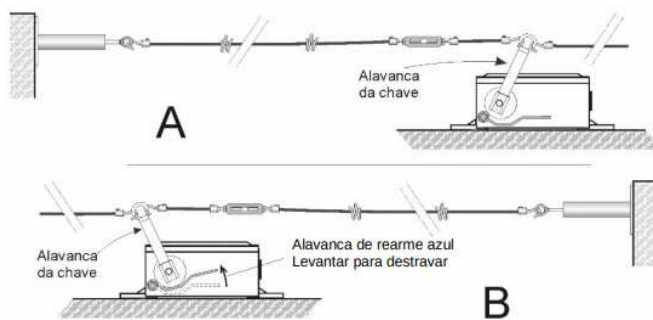

Fig. 5 – Ajuste do ponto de operação
- 4.6 Pressione a alavanca de rearme azul para cima e coloque a alavanca de acionamento na posição da fig. 5 B. Repetir o processo 4.5 para ajustar a tensão do cabo de aço no outro tracionador.
- Uma vez eliminada a situação de emergência, o operador deve se dirigir à chave que comandou a parada de emergência e pressionar a alavanca de rearme azul para cima até liberar a trava. (fig. 5). O destravamento tem que ser feito manualmente, de forma deliberada, no local onde foi sinalizada a emergência.
- Na ocorrência de ruptura ou afrouxamento do cabo de aço, os tracionadores automaticamente puxarão o cabo no sentido oposto do local onde ocorreu o afrouxamento ou ruptura, sinalizando emergência e forçando a parada do equipamento. Será necessário que seja feita a recolocação do cabo de aço conforme descrito no item 4 deste manual.